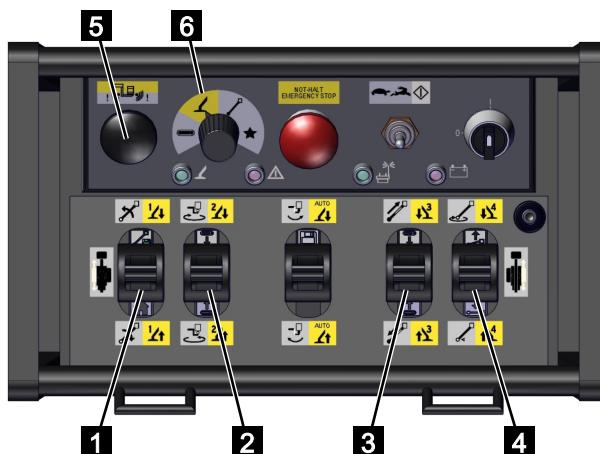

Abb. 134
4. Den Funktionswahlschalter auf [Stützenfunktion] (gelb) (Abb.134/6) stellen.
5. Den Kollisionstaster (Abb.134/5) gedrückt halten.
6. Mit den Steuerhebeln (Abb.134/1,2,3 und 4) die gewünschte(n) Stütze(n) gemäß nachfolgender Tabelle bedienen.